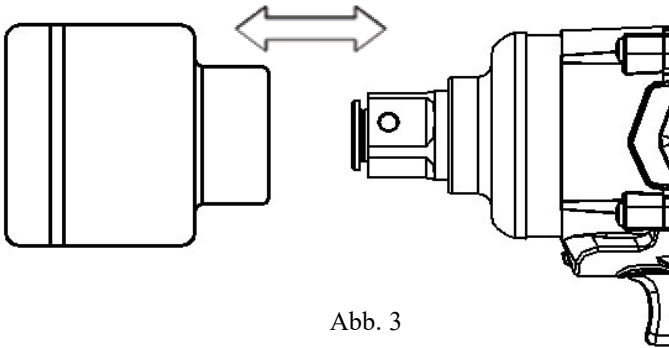

Abb. 3
1. Stecken Sie eine Buchse in den Amboss (2). (siehe Abb. 3)
Ziehen Sie den Sockel direkt aus dem Amboss heraus. (siehe Abb. 3)